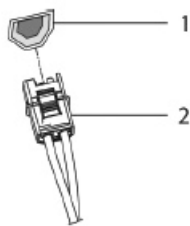

図 1
2. BDU のスロット(図 1 の 1)にセンサコネクタ(図 1 の 2)をしっかりと挿入して、センサを取り付ける。
6. BDU からセンサを外すには、センサのコネクタを握り、コネクタ側(図 1 の 2)のクリップを押す。コネクタを慎重にまっすぐ引き抜く。